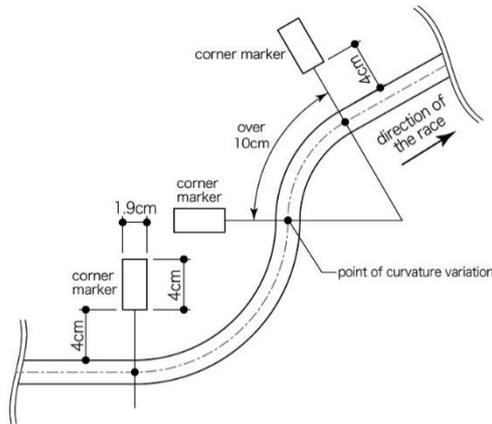
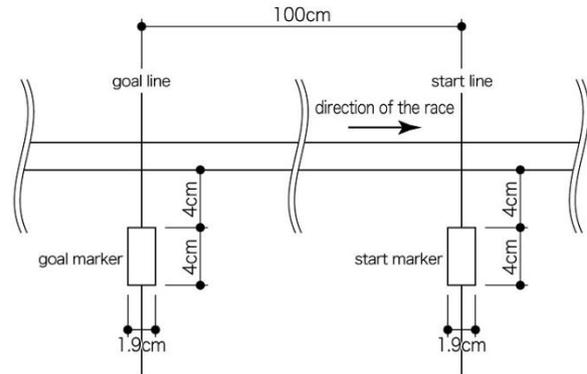

Figura 1. Marcas de cambio de curvatura
Figura 2. Marcas en la zona de inicio-final
- E.** Las líneas de salida y meta se encontrarán en un mismo tramo recto del circuito. La línea de meta se encontrará 1 m por detrás de la línea de salida. Existirán marcas fijas en el suelo que señalen las líneas de salida y meta al lado derecho del circuito, según la dirección de la carrera. La zona entre la línea de meta y la línea de salida se denomina "zona de inicio-final" (ver Figura 2).
- J.** Las marcas de salida, meta y cambio de curvatura serán líneas negras colocadas perpendicularmente al eje de la pista, con una anchura de 1,9 cm y una longitud de 4 cm. Se ubicarán de tal forma que el hueco entre la pista y la señal sea de 4 cm (ver Figura 1 y Figura 2).